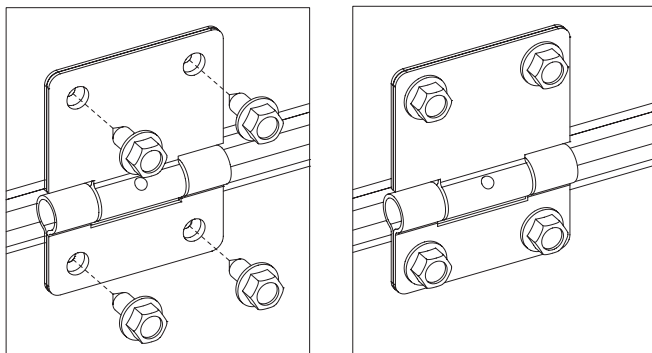

Рис. 28.2
4) установить промежуточные петли, закрепить каждую из них четырьмя самонарезающими винтами 6,3×16 (рис. 28.2).